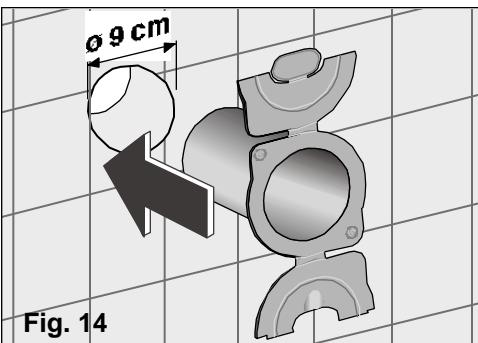

Fig. 14
- Fare un buco di diametro 9 cm nel muro, nel quale si collocherà l'accessorio "Bussola passante murale", **Fig. 14.**